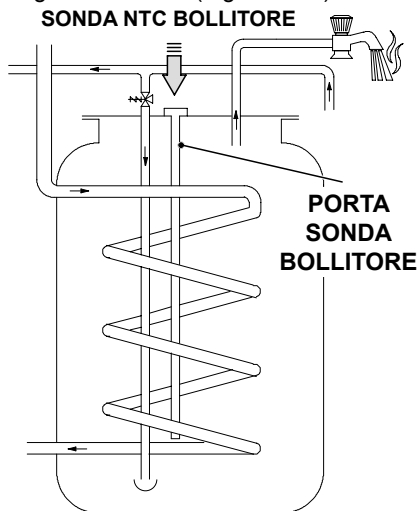

Figura 5.30
- Infilare la sonda NTC nel porta sonda più lungo del bollitore (Figura 5.30).